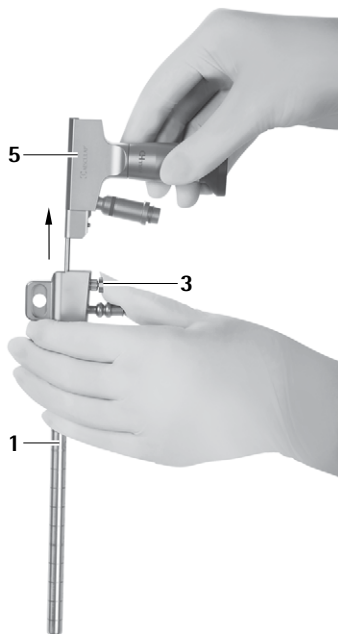

Abb. 8
- Entriegelungsknopf **3** drücken und Endoskop **5** aus MINOP InVent-Trokar **1** herausziehen, siehe Abb. 8.